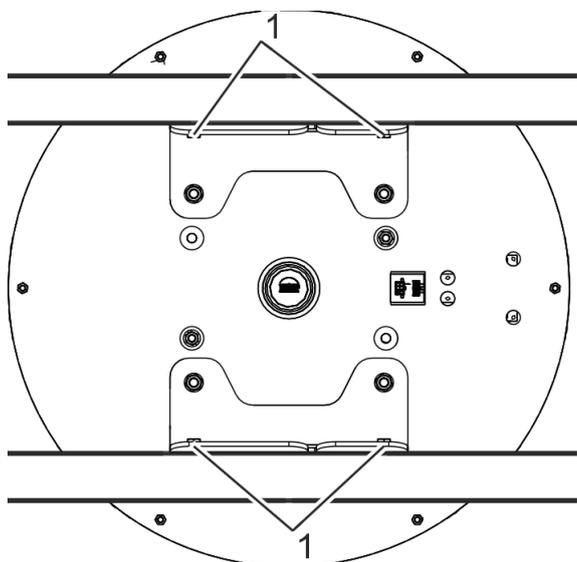

Рис. 61 Угловой кронштейн привода
1. Немного освободить угловой кронштейн (рис. 61/1) привода (рис. 61).